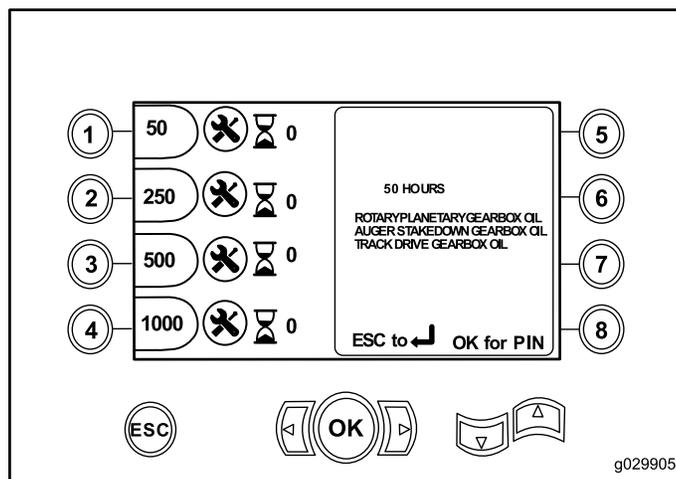

Figura 12
- Botão 1 – 50 horas (Figura 12)